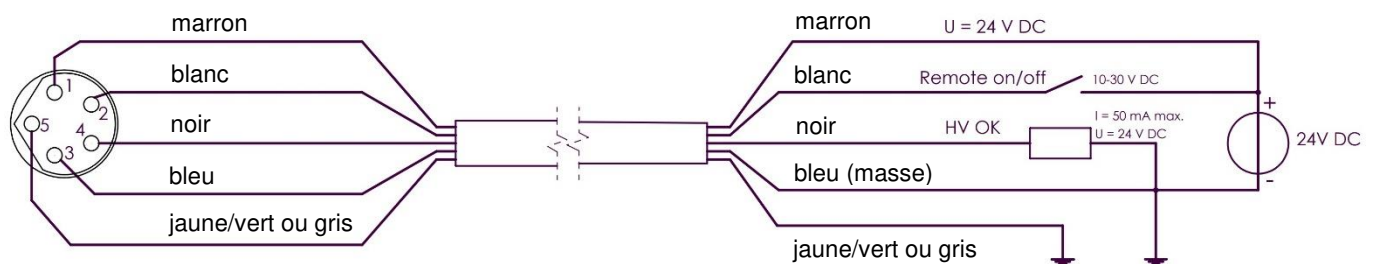

Figure 6 : Câblage Vicinion
- Brancher les câbles selon la Figure 6.